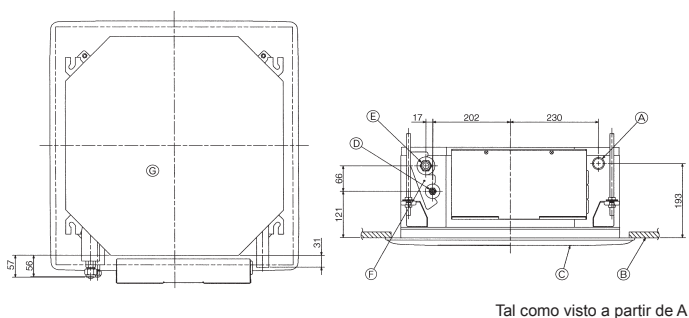

Fig. 3-1
3.1. Locais da tubagem de drenagem da unidade interior e de refrigerante (Fig. 3-1)